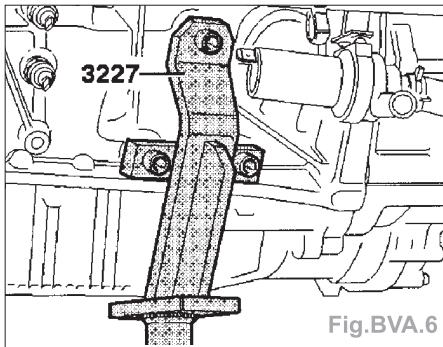

Fig. BVA.6
- Visser le support-moteur (outil **3227** pour moteur 5 cyl. et outil **3230** pour moteur 4 cyl.) au bloc-moteur (Fig.BVA.6).